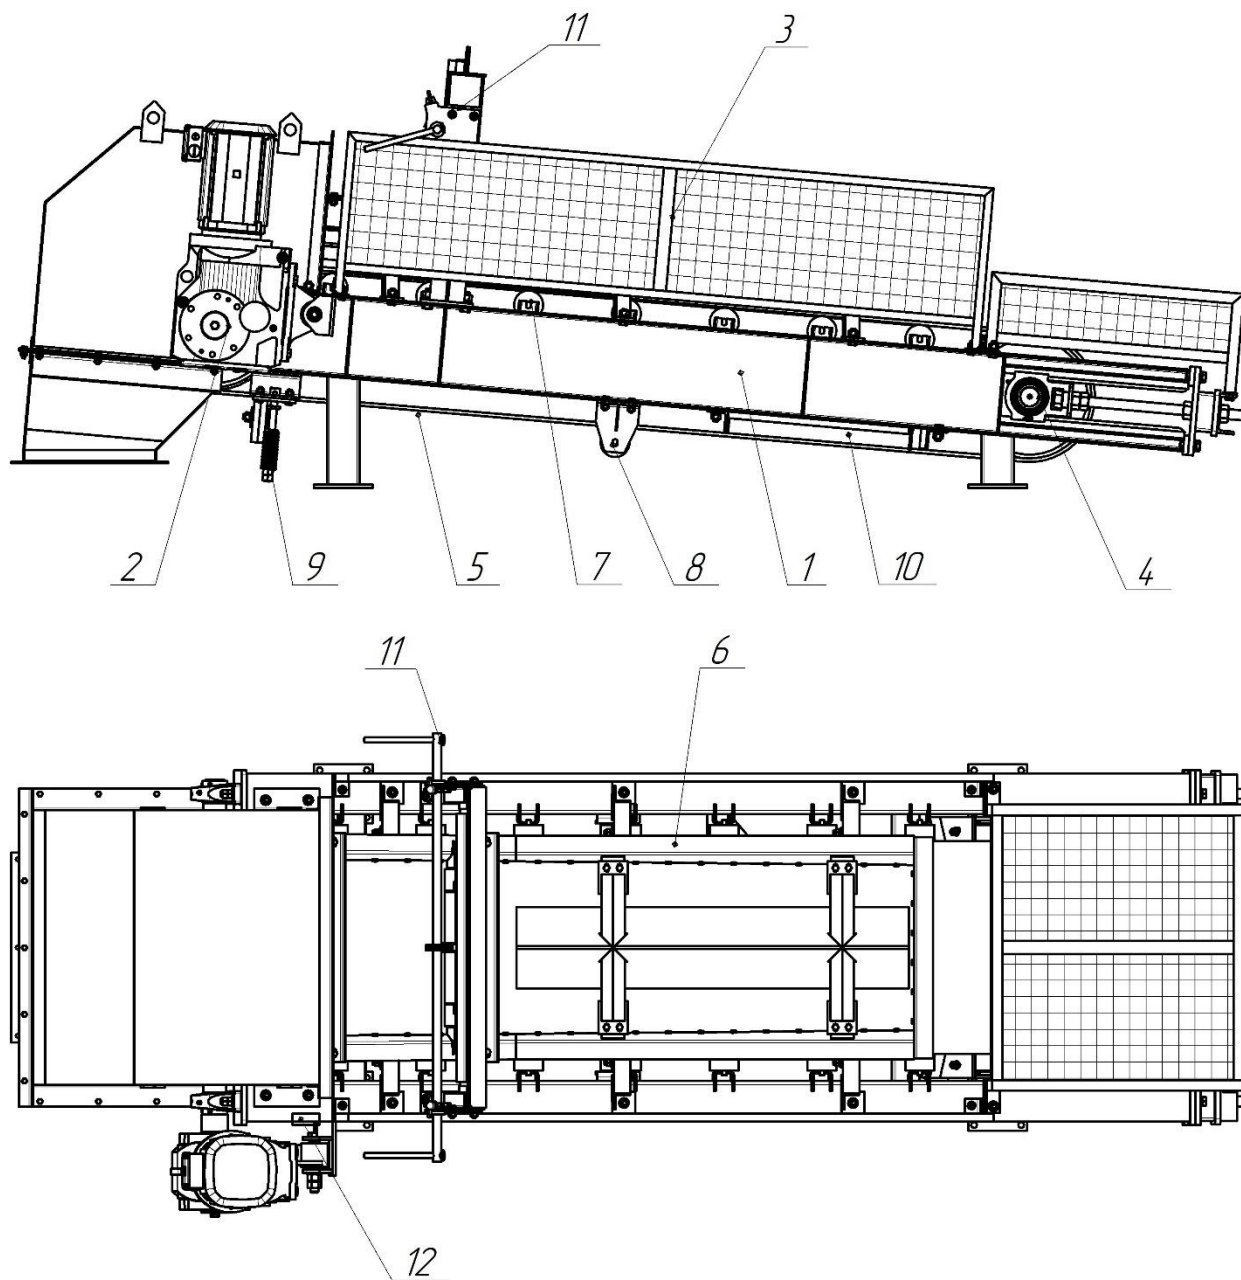

Рис. 1 Устройство питателя
Основной частью ленточного **питателя** является сварная рамная конструкция (1) на которую устанавливаются: приводной блок (2), ограждение трассы (3) и натяжной механизм (4). Несущим и тяговым органом является резинотканевая лента (5) (Рис. 1).